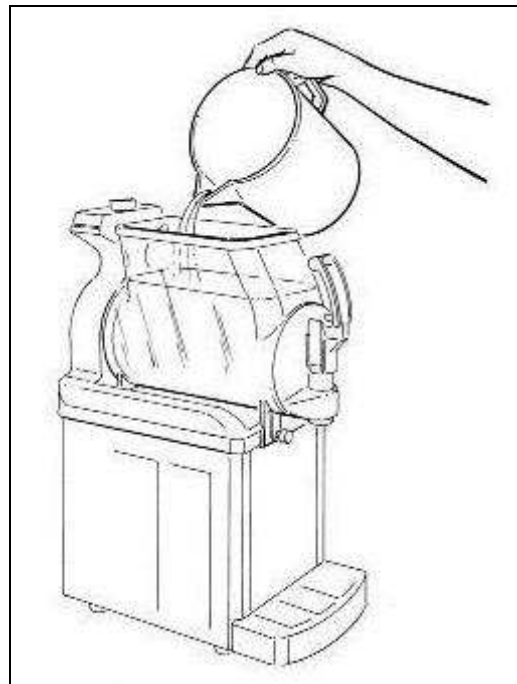

Fig. 5
- Verser le produit obtenu dans le bac (voir la fig. 5).